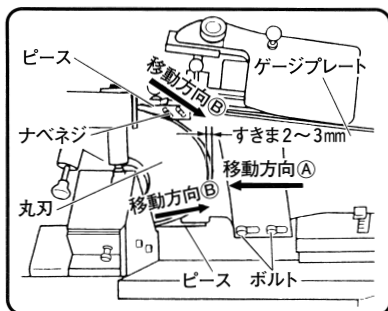

図 20
- 丸刃の研磨で外径が小さくなり、丸刃の刃先とゲージプレートのすきま（図 20 参照）が 3 mm より大きくなったときや、丸刃を新品に交換したときは、必ず下記の 1～4 項の調整をしてください。すきまが大きいと指などが入りけがの原因になります。